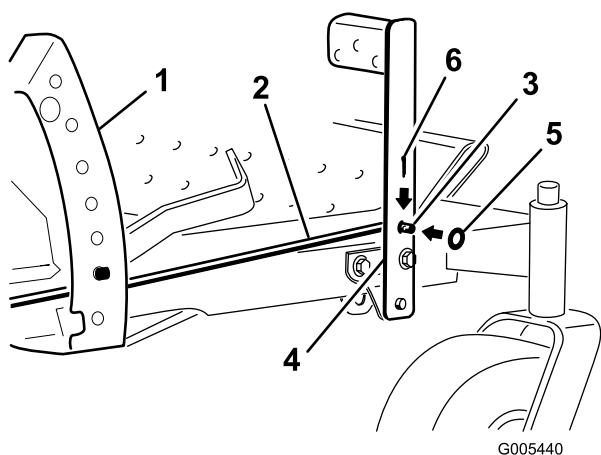

Figura 8
- Introduzca la varilla de elevación por el hueco de la pletina de altura de corte (Figura 8). Oriente la varilla con los extremos doblados de la misma apuntando hacia fuera.
- En la parte delantera de la máquina, introduzca el extremo doblado de la varilla de elevación por el taladro pequeño del brazo del pedal (Figura 8). Coloque una arandela en el extremo que sobresale y fíjela con un pasador.